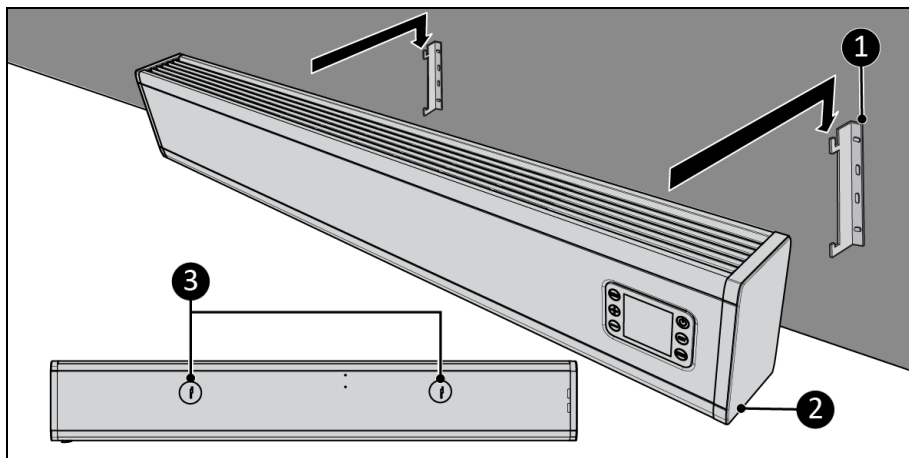

Figur 9
1. Placera enheten på en vertikal och fast yta. Använd ett vattenpass vid uppställningen av enheten (figur 9, pos. 1).
2. Placera enheten med ett minsta avstånd (Figur 9) på: